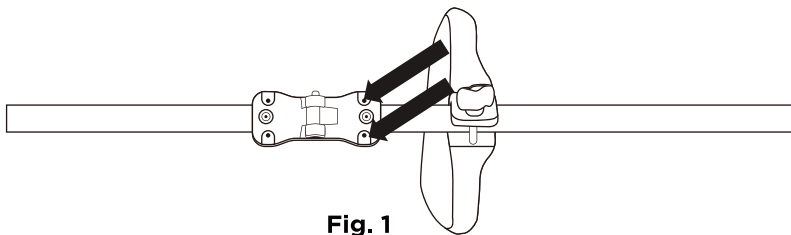

Fig. 1
- Alinee el eje central plegable y fíjelo con dos tornillos con la llave hexagonal que se suministra, tal y como se muestra. Las dos partes del eje central deben estar alineadas en paralelo, de lo contrario los ejes no encajarán. (Fig. 1)